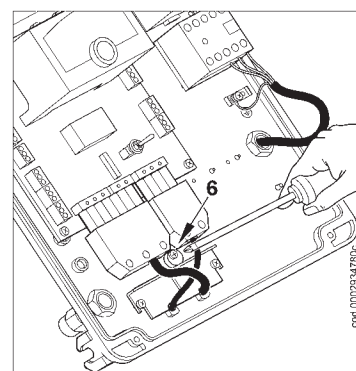

Рисунок 3
- 3) Поместите кабельный зажим, как указано на рис.3. Поверните эксцентрик (6) так, чтобы пластинка зажима оказала должное давление на два кабеля, теперь можно затянуть винты, фиксирующие пластинку зажима. Соедините два разъёма: 7-штырьковый и 4-штырьковый.